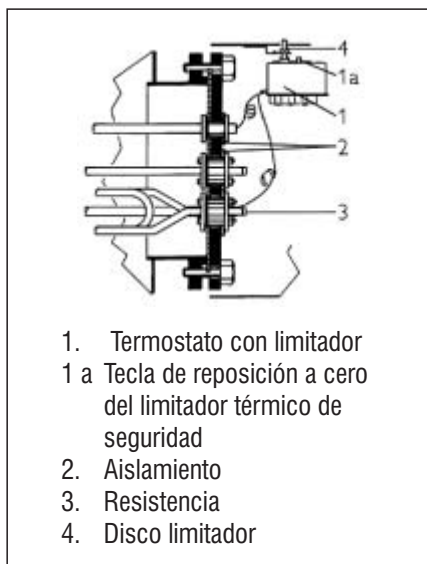

Fig. 11
Retirar el disco limitador del eje del termostato y girarlo en 180° (fig. 11, pos. 4).
- A temperaturas por debajo de -15°C (p.ej. durante el transporte y almacenaje) se puede disparar el limitador térmico de seguridad. Presionar en estos casos el pulsador de reposición a cero (fig. 11, pos. 1a).
La resistencia y los tubos protectores del termostato y del limitador térmico de seguridad deben estar aislados eléctricamente del depósito del termo-acumulador (fig. 11).